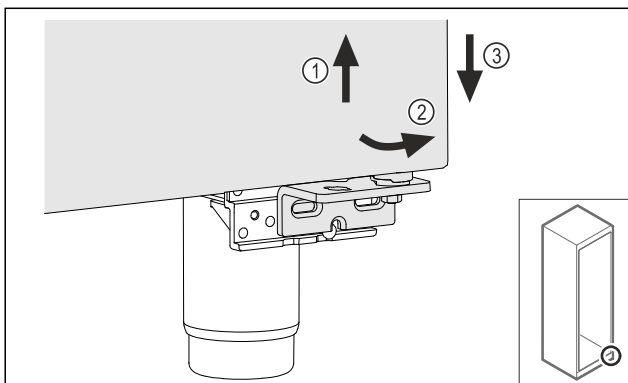

Fig. 21
- Deur iets optillen Fig. 21 (1), onderzijde naar voren kantelen Fig. 21 (2) en laten zakken Fig. 21 (3).